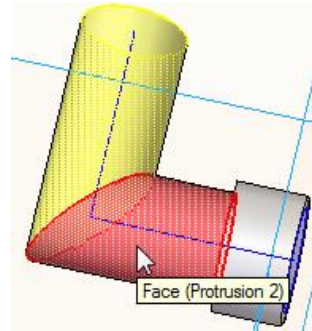

Fig. 8.12 Selectarea fețelor
- Selectăm cele două suprafețe cilindrice, conform fig. 8.12